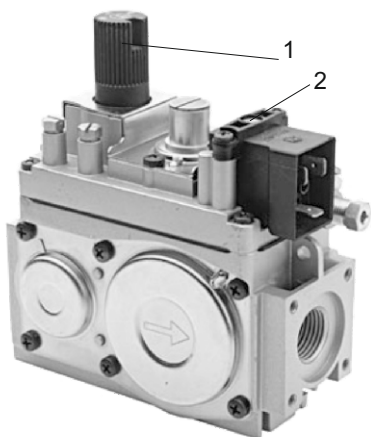

Рис.9
7.4.3. Розжиг запальной горелки: нажмите и проверните круглую ручку управления поз.1 рис.9 до положения (★).